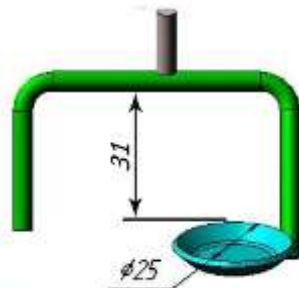

Рисунок 4 – Ложечка
3.9 На высаживающих аппаратах установлены ложечки (рис. 4) с диаметром ложечки 25мм. Возможно при необходимости установить ложечки с другим диаметром (20мм или 30мм).